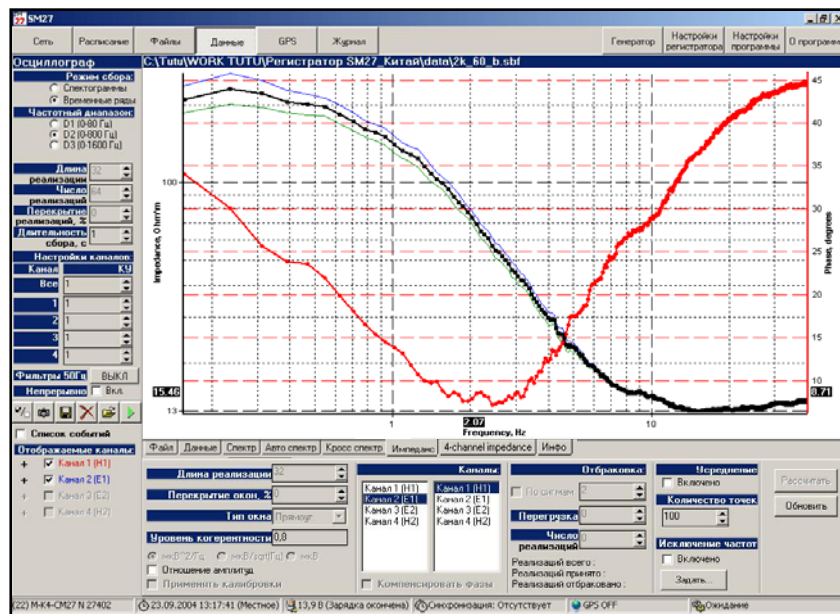

Рисунок 8.12
- Вкладки **Импеданс** и **4-х канальный импеданс** (рисунок 8.12) выводит рассчитанные модуль и фазу кажущегося сопротивления по выбранным ортогональным парам каналов (Импеданс для M-K2-CM27 , 4-х канальный импеданс для M-K4-CM27).